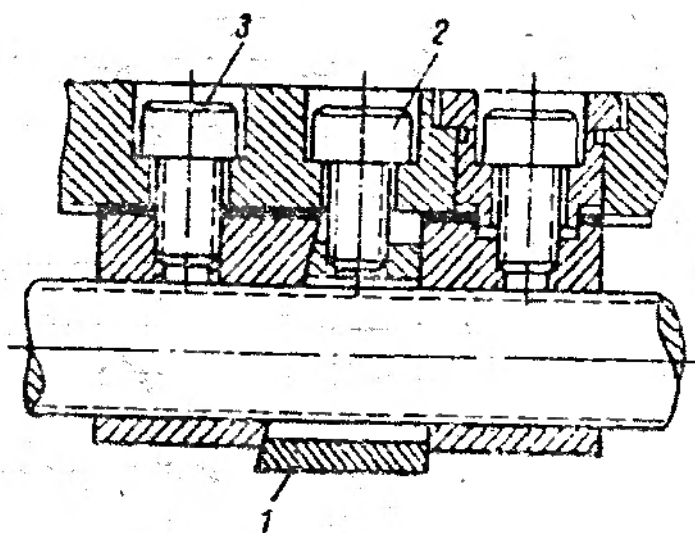

Рис. 17.
6. Мертвый ход винта поперечного перемещения суппорта, возникающий при износе гайки винта поперечной подачи, выбирается клином 1 и винтом 2 (рис. 17). Для этого необходимо предварительно ослабить на $1/2$ оборота винт 3, вращением винта 2 втянуть клин между двумя частями гайки, выбрав тем самым имеющийся люфт между гайкой и винтом, и закрепить в таком положении винт 3.